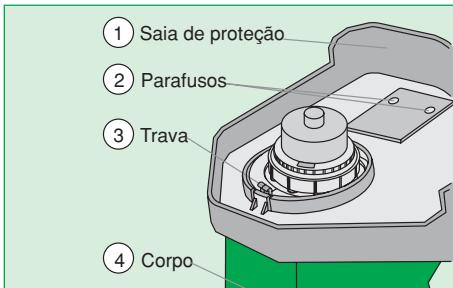
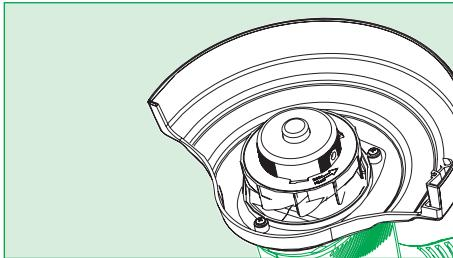

Fig. 1
Fig. 2
- ✓ Você recebe o cortador/aparador de grama TRAPP montado, exceto a saia de proteção. Ela vem acondicionada junto com o equipamento, na mesma embalagem. Para montá-la, vire o cortador/aparador de grama para cima (Fig. 1).
- ✓ Posicione a saia de proteção conforme o desenho, encaixe-a na trava (3) (Fig. 2), pressione junto ao corpo (4), coloque os parafusos (2) e dê o aperto (Fig. 1).